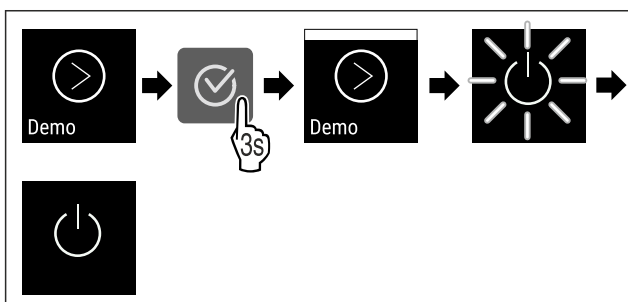

Fig. 100
- Handlungsschritte (siehe Fig. 100) durchführen.